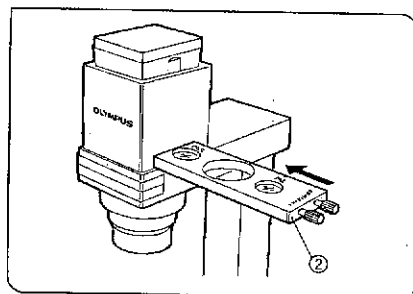

図 33
- 1) 照明支柱のスライダ溝のダミースライダを取外します。(図33)
- 2) リングスリットスライダ②の中央の空孔③に照明支柱に付属のフロストフィルタ④を落込みます。(図33, 34)
- 3) リングスリットスライダ②をシルク印刷表示面を上側にして、クリック用のV溝を後側にしスライダ溝へ挿入します。(図33)